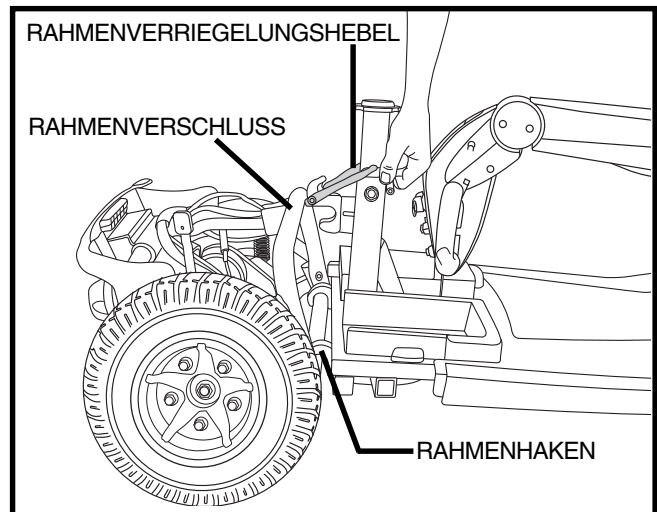

Abb. 24. Rahmenentsicherung
2. Ziehen Sie den Rahmenverriegelungshebel nach oben. **Siehe Abb. 24.**
1. Vorder- und Heckteil Ihres Elektromobils wie in **Abb. 24** dargestellt positionieren.
2. Benutzen Sie zum Anheben des Vorderteils den Rahmenverriegelungshebel und richten Sie die Rahmenhaken des Vorderteils an der unteren Rahmenstange des Heckteils aus. **Siehe Abb. 24.**